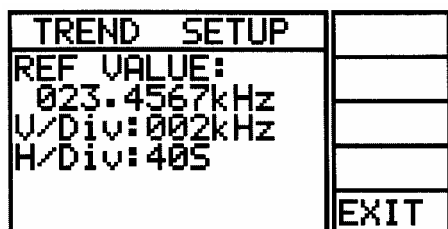

Рисунок 11
Изменение частоты во времени выводится на экран в виде графика. Вид графического экрана и экран установок этого режима показаны на **рис.11в** и **рис.11а**.
(1) Заданная частота как центральная линия показана на **рис.11в**. Цена деления по горизонтальной оси в этом примере 40 секунд на деление. Цена деления по горизонтальной оси может быть выбрана в диапазоне от 20 с/дел до 5 час/дел. Цена деления по вертикальной оси зависит от разрешения при измерении, в этом примере 2 кГц/дел.